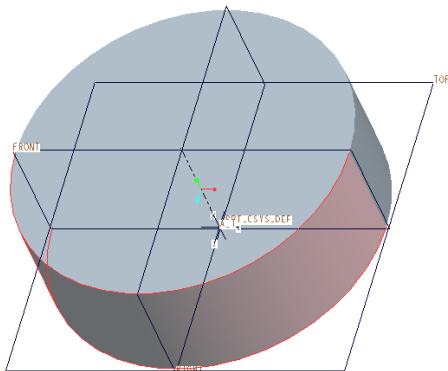

図 3-43 ドラフティングする面の選択
- 図 3-43 のように円筒側面を左クリックで選択して赤色にハイライトさせ、フィーチャーツールバーから「ドラフト」ツールを選択する。